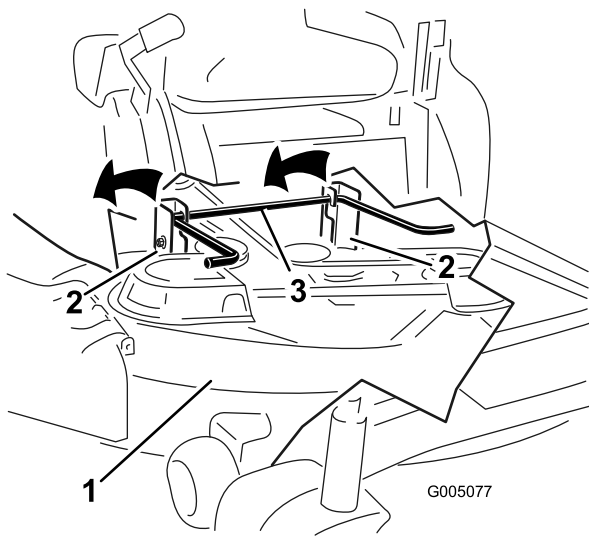

Figura 60
- Eleve la carcasa de corte y separe ésta y las pletinas de suspensión de la varilla de elevación trasera; luego baje el cortacésped con cuidado al suelo (Figura 60).
5. Eleve la parte trasera de la carcasa de corte y coloque los soportes sobre la varilla de elevación trasera (Figura 60).